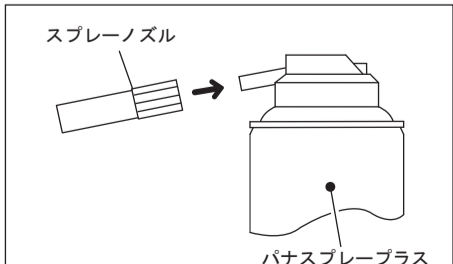

図6
- 1)パナスプレープラスのノズル部に、スプレーノズルを強く差し込みます。(図6)
- 3) 最後に、パナスプレープラス(図6)または弊社製自動注油システムによる注油を行います。